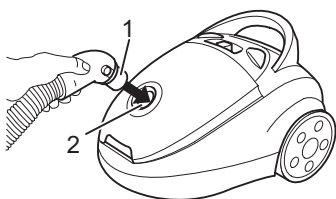

Abb. 2
1. Stecken Sie das Ende des Saugschlauchs (Abb. 2/1) in die Aufnahmeöffnung (Abb. 2/2) des Bodensaugers, bis die Verriegelung hör- und spürbar einrastet.